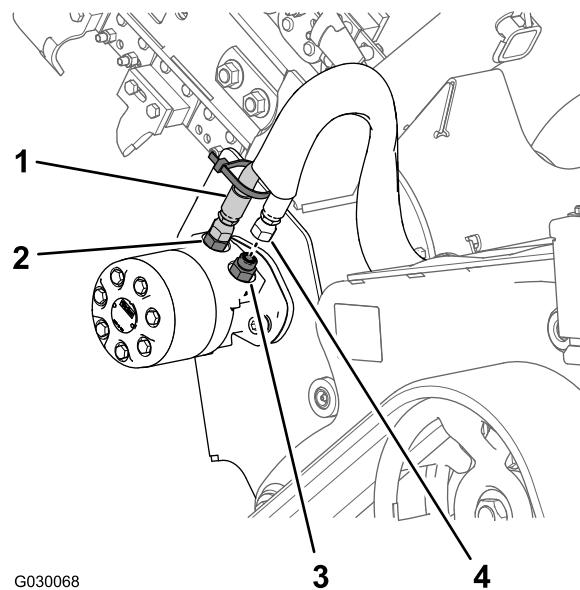

Figura 5
1. Instale la manguera hidráulica con la brida que instaló en el paso 3 de 2 Retirada del motor hidráulico de la transmisión de zanjadora \(página 2\) sobre el acoplamiento hidráulico recto del orificio A (orificio delantero) del motor hidráulico (Figura 5).
2. Conecte la otra manguera hidráulica al acoplamiento hidráulico recto del orificio B (el orificio trasero) del motor hidráulico (Figura 5).